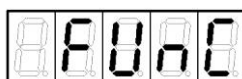

Рисунок 10
4. С помощью кнопок  и  пролистать подменю до появления на индикаторе обозначения "FUnC" (рисунок 10).
8. Нажать кнопку . При этом на индикаторе снова отобразится слово "FUnC" (рисунок 10).